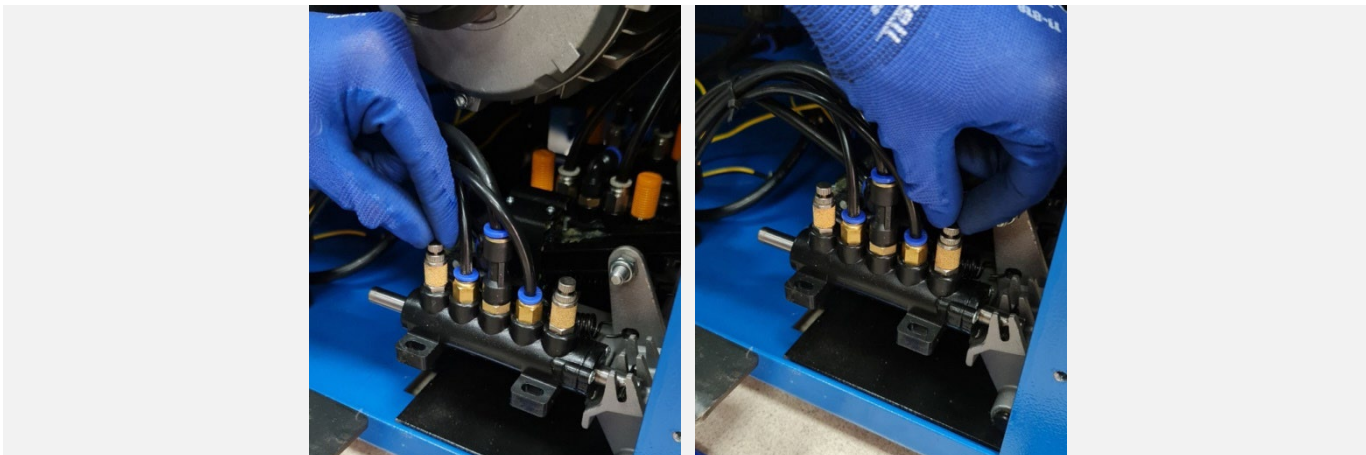

Рисунок 74
11.7.2 Поворачивая пневмодроссель с глушителем, расположенный на пневматическом распределителе, управляющим движением монтажной колонны (см. Рисунок 74), установить требуемую скорость (плавность) откидывания и возврата в рабочее положение монтажной колонны.